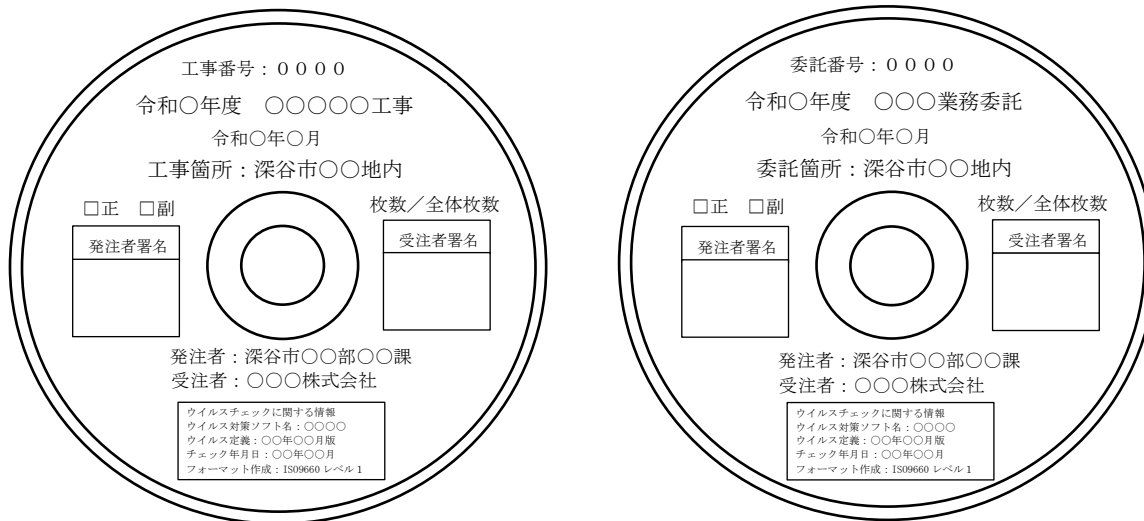

図3-2 電子納品媒体ラベル
- ・CD-Rのレーベルは、専用プリンタによる直接印刷か、油性フェルトペン等による手書きとし、図3-2に示す項目について記載する。